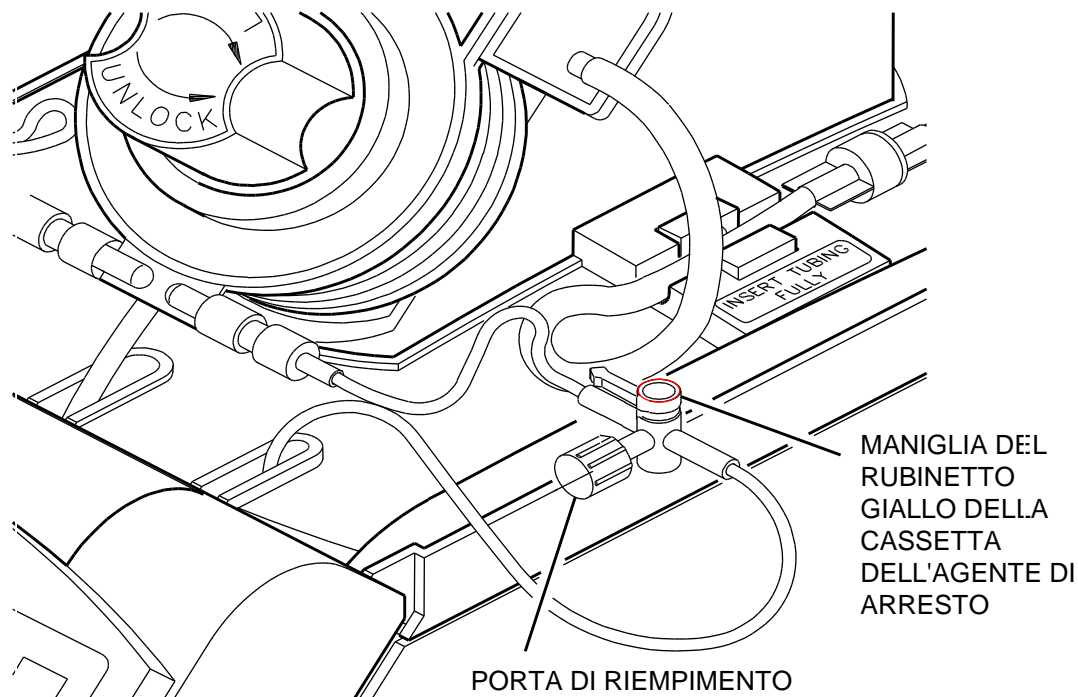

FIGURA 7-15:
3. Collegare la siringa riempita alla porta di riempimento del rubinetto e ruotare il rubinetto della cassetta nella posizione di riempimento (maniglia OFF verso lo scambiatore calore). Iniettare non più di 50 ml di agente di arresto (figura 7-15).